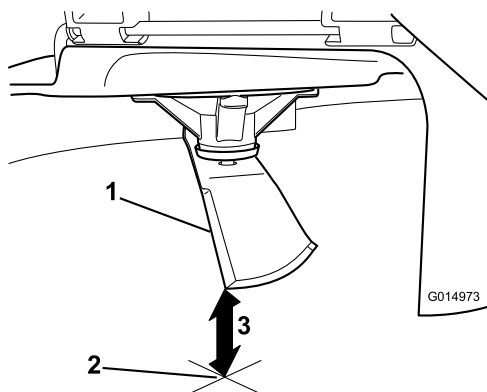

Figura 78
3. Misurate dalla punta della lama alla superficie piana (Figura 78).